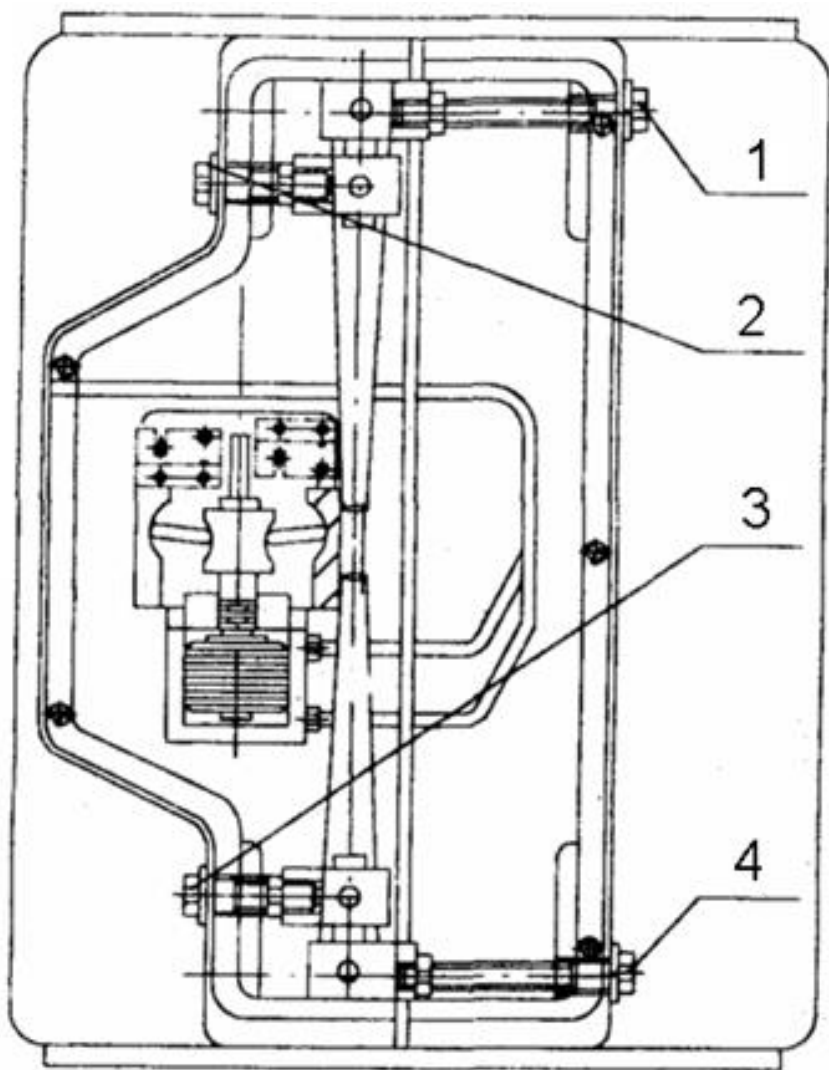

Рис. 7.3
7.2.3 Регулировка усилия зажима рукава (см. Рис. 7.3).